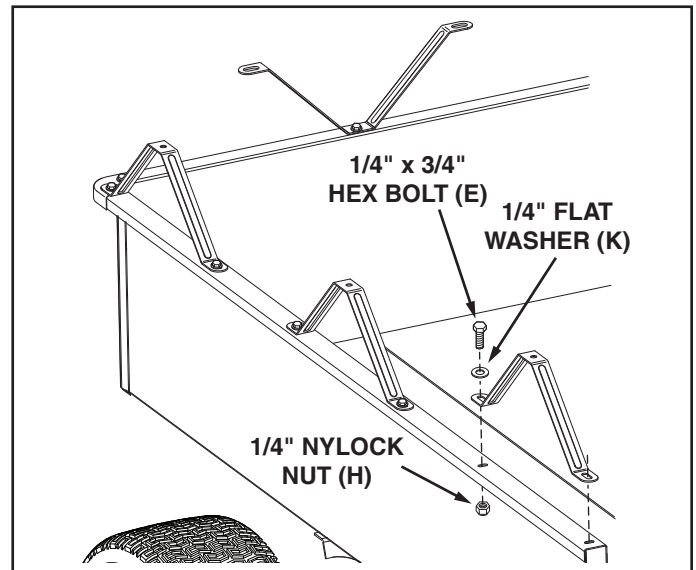

FIGURE 14
- Assemble seven rail braces to the top flange on the sides and the front of the cart bed. Use thirteen 1/4" x 3/4" hex bolts (E), 1/4" flat washers (K) and 1/4" nylock nuts (H). **Do not tighten yet.** See figure 14.
28. Monter sept support de rambarde (17) sur le rebord supérieur des parois latérales et avant du chariot. Utiliser treize vis hexagonales de 1/4 x 3/4 po (E), rondelles plates de 1/4 po (K) et écrous à frein élastique de 1/4 po (H). **Ne pas serrer les boulons à ce stade**. Voir la figure 14.